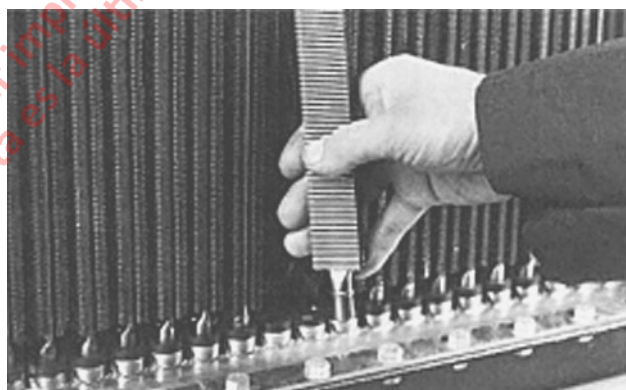

FIGURA 3-8. INCLINACIÓN DEL TUBO DURANTE EL DESMONTAJE
3. Inclíne y retire el tubo del sello superior simultáneamente. Inclíne el tubo lo suficiente para sacar el radiador. Consulte la Figura 3-8. El tubo puede dañarse si se inclina de manera excesiva para retirarlo.